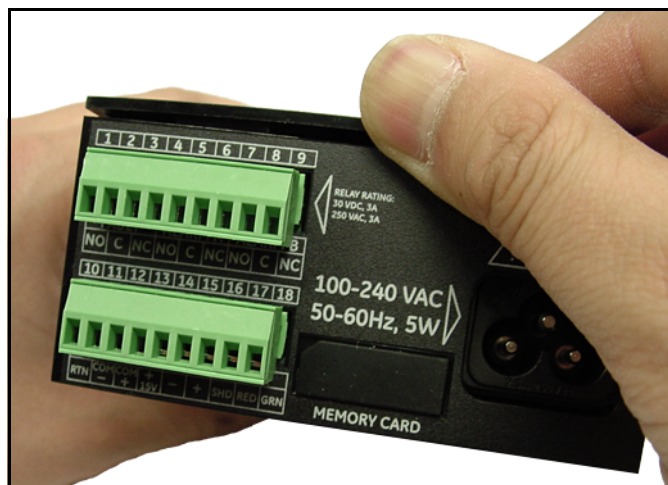

Рисунок 5: Подъем заднего края крышки
3. Поднимите задний край верхней крышки (см. Рисунок 5 ниже).